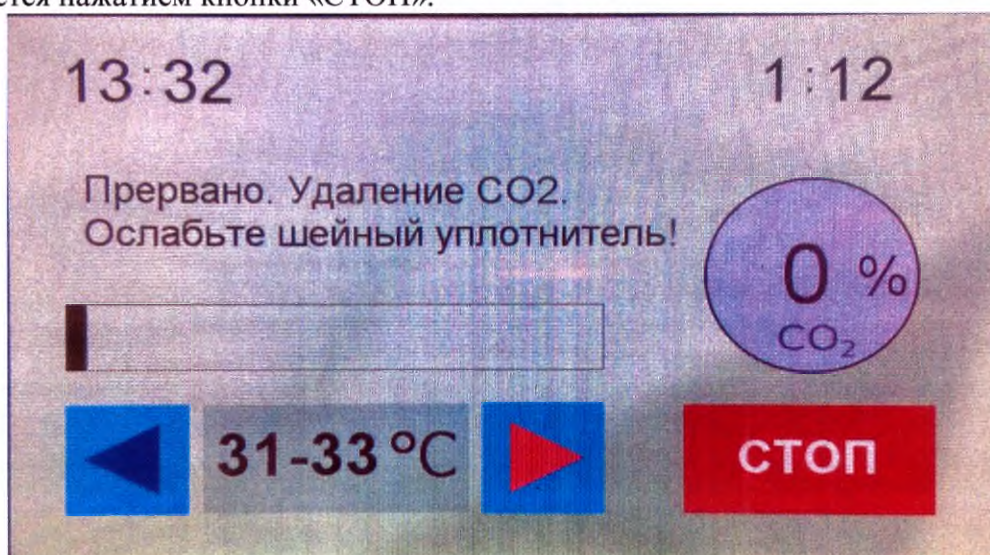

Рис. 10.
8.10. После окончания времени процедуры, или нажатии кнопки «СТОП» появляется меню «удаление газа» (Рис.10). **Следует обязательно ослабить шейный уплотнитель!**